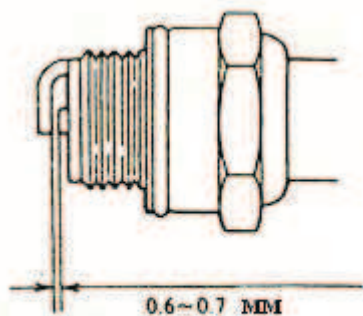

Рис. 16
3). Оптимальный зазор свечи зажигания 0,6-0,7 мм. Регулярно проверяйте зазор! Если зазор слишком большой или слишком маленький, выставите его до требуемого размера. (См. рис. 16).